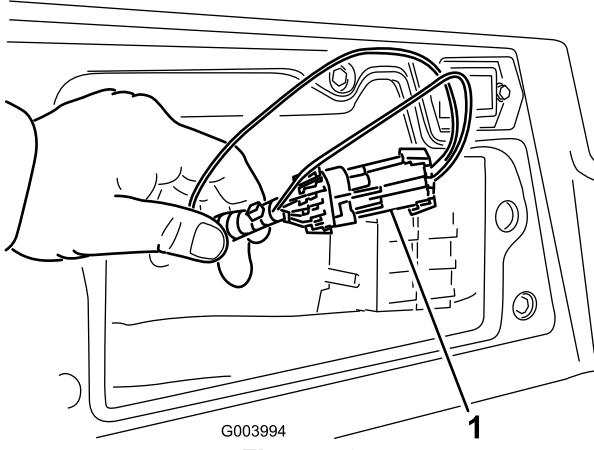

Figura 48
3. Accedete al cablaggio preassemblato ed ai connettori accanto al controller (Figura 48).